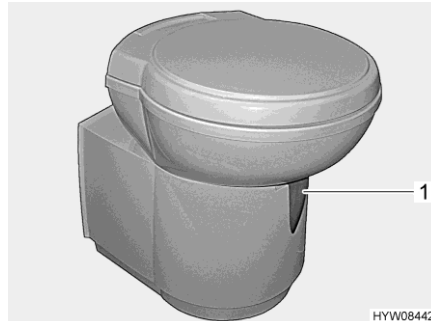

Bild 191 Thetford-toalettskål
- Öppna spjället på Thetford-toaletten före spolning. Skjut för detta spjällspaken (Bild 191,1) moturs.